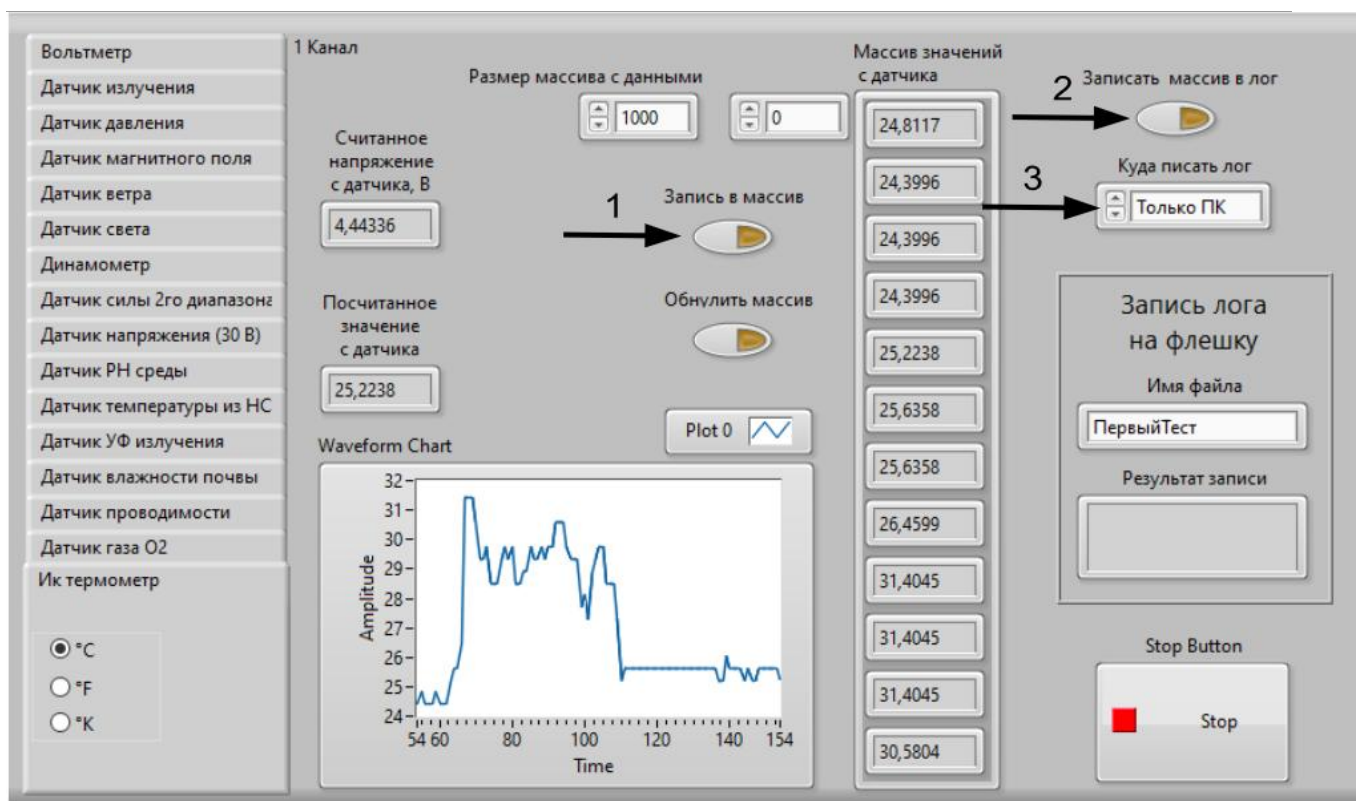

Рисунок 4.3.1 Запись данных в массив и лог
Сначала необходимо записать данные в массив путем нажатия кнопки “запись в массив” (1) (см. рисунок 4.3.1). Пока она нажата, в массив будут записываться считанные значения с датчиков. При полном заполнении массива старые данные будут стираться, а новые записываться. Размер массива задается в поле “размер массива с данными”, рекомендуется задавать его до запуска программы. При отжатии кнопки записи в массив (1) данные перестанут записываться.